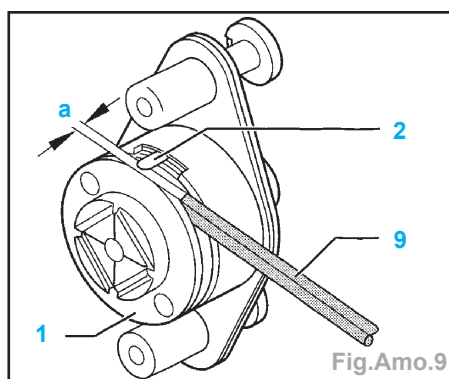

Fig.Amo.9
- Régler le manchon fileté (1) (filetage gauche) à la distance «a» = 3 mm. Vérifier la distance, par exemple, à l'aide d'une clé de robinet hexagonale (9) (Fig.Amo.9).